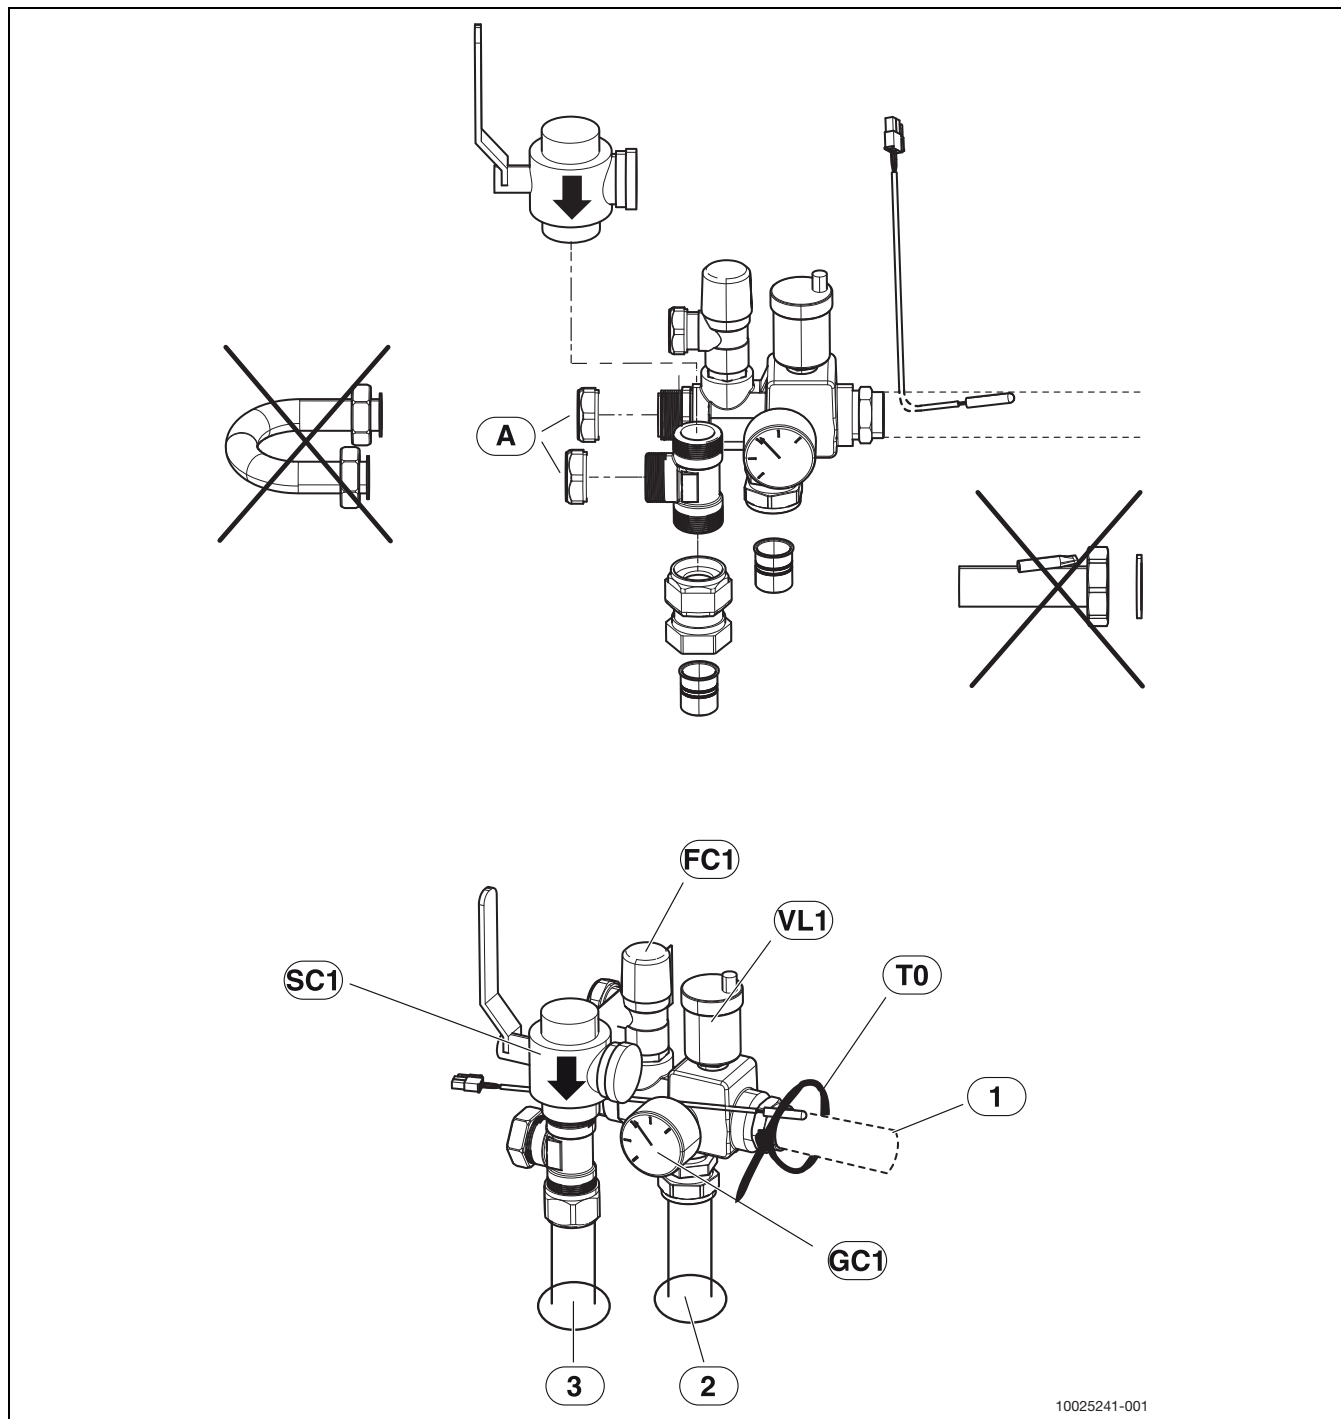

Fig. 7 Groupe de sécurité monté, sans by-pass ; possible avec circuit de chauffage directement en aval
- ▶ Monter d'abord le filtre à particules ([SC1], fig. 7) sur le raccord en T.
- ▶ Introduire la sonde de température de départ dans le support de sonde ([T0], fig. 7), et fixer avec l'attache de câbles.